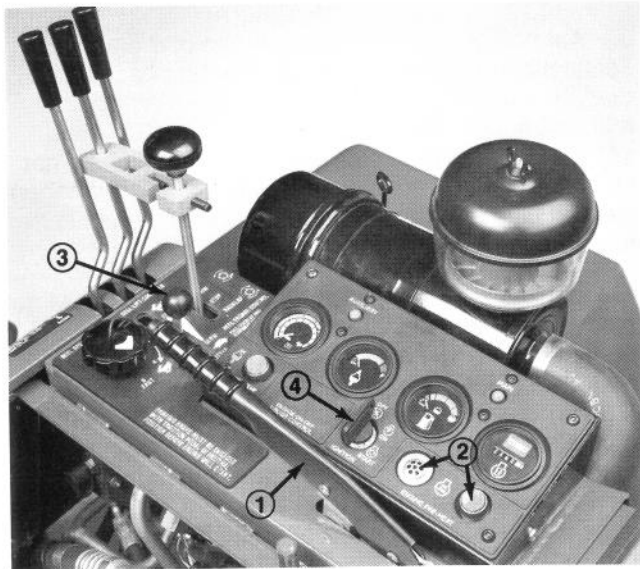

Bild 12
1. Auf dem Fahrersitz Platz nehmen und den Fuß vom Fahrpedal nehmen. Sicherstellen, daß die Feststellbremse angezogen ist (Bild 12). Das Fahrpedal und der Mähen/Läppen-Bedienungshebel müssen sich auf Neutral befinden.
2. Wenn die Motor- oder Lufttemperatur unter 7–10°C liegt, die Motorvorglühtaste drücken und halten, bis die flühanzeige hell brennt (Bild 12). Den Schalter loslassen und den Motor unter Beachtung von Schritt 3 anlassen.
3. Den Gashebel auf LANGSAM (slow) stellen und den Zündschlüssel auf START drehen (Bild 12). Den Zündschlüssel loslassen, sobald der Motor anspringt.
1. Die Motorhaube anheben und mit dem Haubenständer absichern (Bild 12).